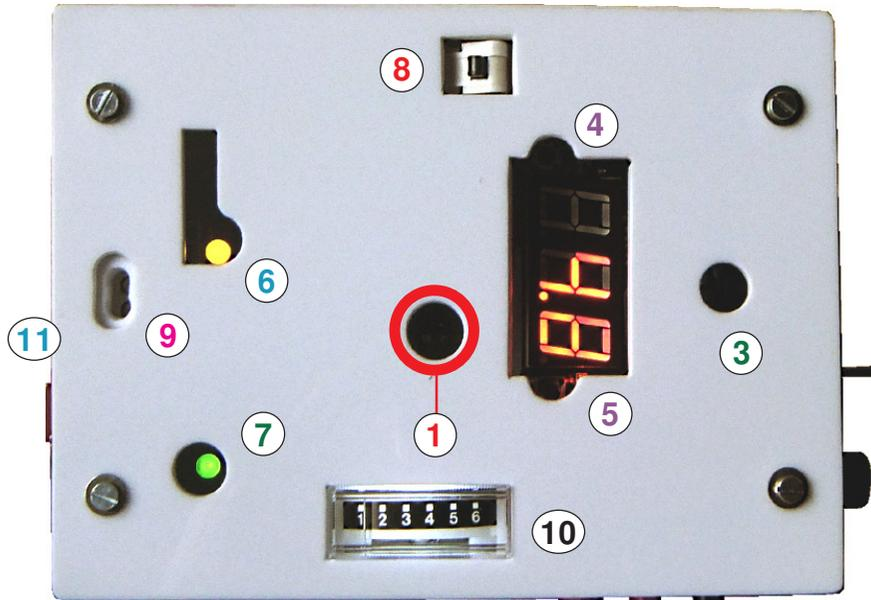

Fig.1
**Bouton de Panique BP :** Sur incident BP annule immédiatement la tension en sortie mais laisse tourner le ventilateur. La LED  $D_2$  s'éteint. **Débrancher la sortie ou le bloc secteur avant de relâcher le bouton poussoir** qui au repos rétablit le contact électrique. (Voir la Fig.1)
Comme montré sur la Fig.1 la fréquence de répétition standard choisie pour leur pilotage est de 50 Hz, soit une période de 20 mS. C'est la durée **T** de l'impulsion à l'état "1" qui positionne le moteur en absolu par rapport à son amplitude possible de rotation. Mis à part les moteurs sans limitation de rotation angulaire, les plages de débattement angulaire les plus courantes avoisinent les 180°.